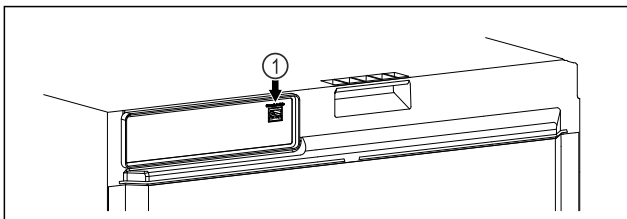

Fig. 105
- ☐ SmartModule Fig. 105 (1) установлен.